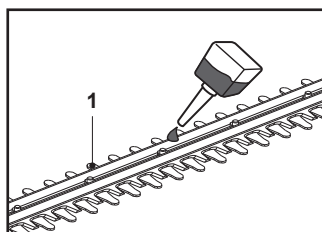

Fig. 11
10. Si el dispositivo de corte (hoja) (1) se sobrecalienta durante su uso, lubrique las superficies interiores de la hoja (Fig. 11).
1. Mantenga el dispositivo de corte (hoja) (1) limpio y sin restos de suciedad. Retire los recortes con un cepillo.
2. Aplique una pequeña cantidad de un lubricante adecuado en el dispositivo de corte (hoja) para mantener un buen rendimiento de corte (Fig. 11).